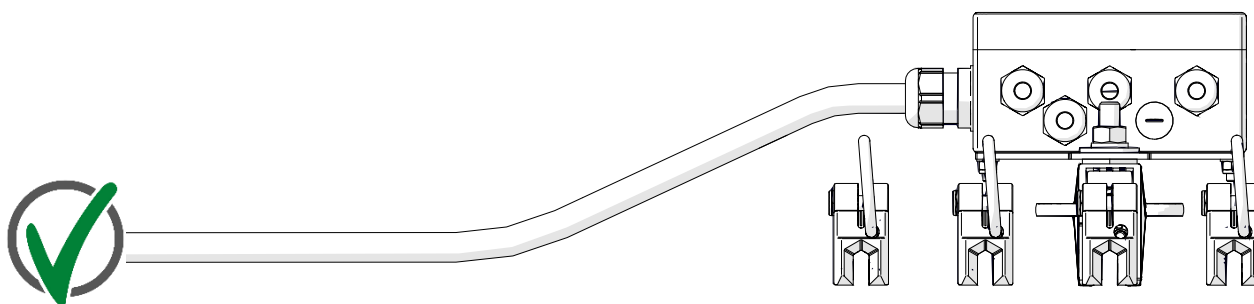

Abb. 60: Anschlussleitung des Klemmenkastens kommt von unten (richtig)
- Um zu verhindern, dass sich Wasser im Klemmenkasten bildet, muss die Anschlussleitung von unten in den Klemmenkasten geführt werden (siehe Abb. 60). Wenn der Verschlussstopfen nicht richtig montiert ist, kann durch den Verschlussstopfen Wasser in den Klemmenkasten eindringen.